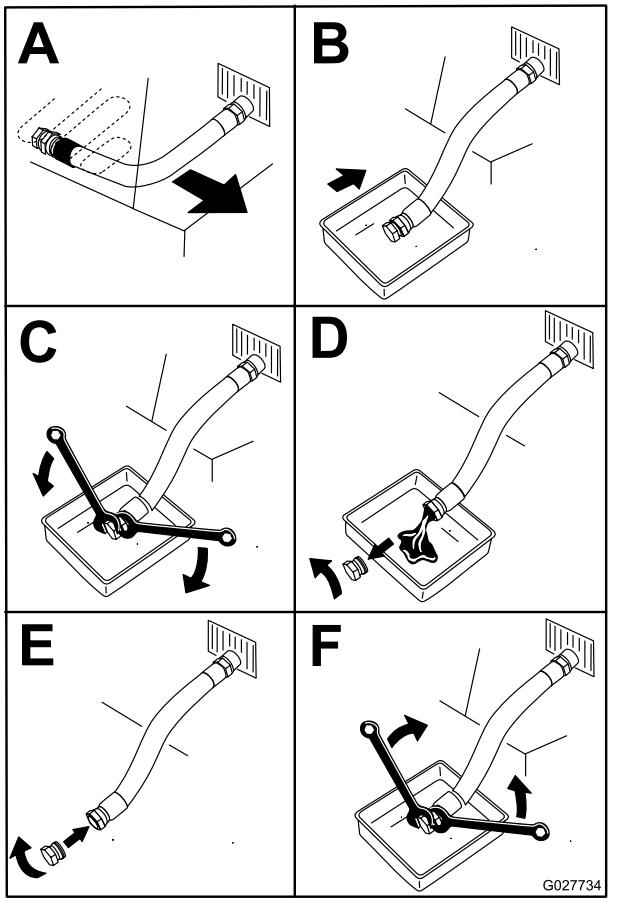

Figura 44
5. Scurgei uleiul din motor (Figura 44).